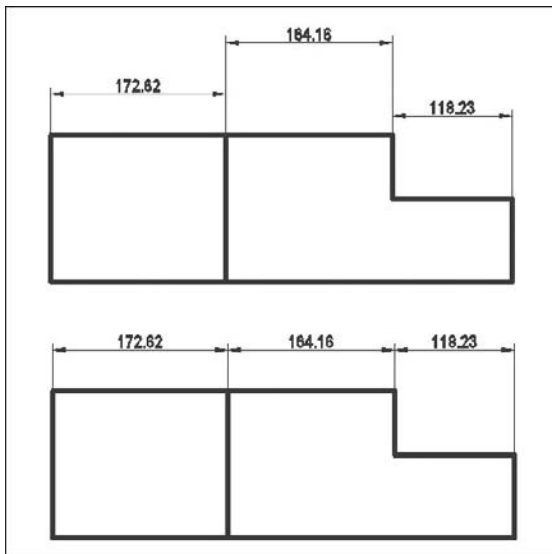

Fig.9.31
- 5 Entrer 0 comme distance et appuyer sur Entrée (fig.9.31).